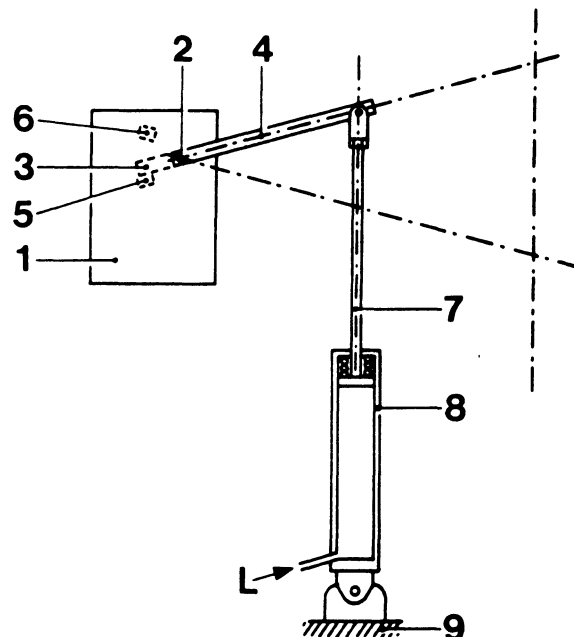

Fig. 1
De P.T.O. wordt ingeschakeld met behulp van luchtdruk (Fig. 1).
De slag die de zuiger van de bedieningscilinder kan maken is groter dan de slag die de hefboom 4 van de P.T.O. maakt (Fig. 1 en 2).
- Schakel de P.T.O. met behulp van de bedieningshefboom 4 (Fig. 1 en 3) in.
- Bevestig de gaffel van de zuigerstang 7 aan de P.T.O. bedieningshefboom 4 (Fig. 1 en 3 cq. 5).
- Pas de voetsteun 9 (Fig. 1) aan ter plaatse van het bevestigingspunt van de voet van de bedieningscilinder.